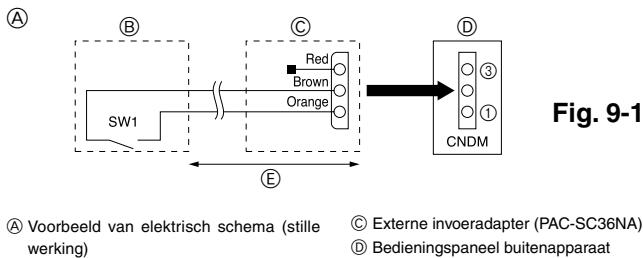

Fig. 9-1
④ Druk minstens 3 seconden op **TEST**, of op **ON/OFF** om de detectie koelstoflekkage (eerste leervoorgang) af te breken.
9.1. Stille werking (wijziging ter plaatse) (Fig. 9-1)